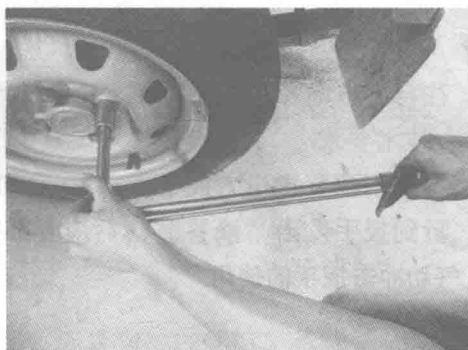

图 1-1-11 刻度盘式扭力扳手的使用
- 3) 扳手套入螺栓或螺母后，按规定的扭力往自己的方向顺时针拉动扳手手柄，使扳手的指针指在刻度盘上规定的扭力值即可，如图 1-1-11 所示。